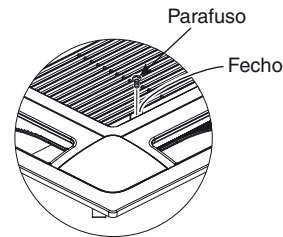

Fig. 7-3
- (1) Retire a grade de admissão de ar e o filtro de ar do painel de tecto.
- a) Retire os 2 parafusos no fecho da grade de admissão de ar. (Fig. 7-3) (Reinstale a grade de admissão de ar após a instalação do painel de tecto.)